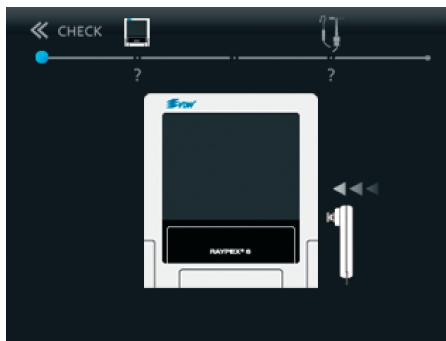

Fig. 29 Inserimento del tester
- Inserire il tester nella presa dell'apparecchio come mostrato sul display (Fig. 29).